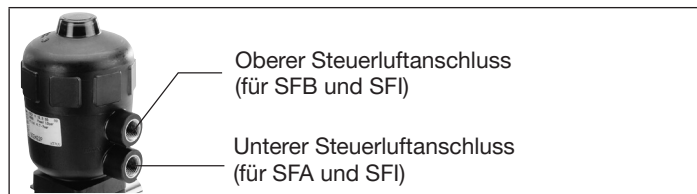

Bild 5: Steuerluftanschluss
- Unteren Steuerluftanschluss mit Druckluft (Wert siehe Typschild) beaufschlagen (siehe „Bild 5: Steuerluftanschluss“). Dies ist erforderlich, damit sich die Membran vom Gehäuse löst und nicht beschädigt wird.
- Unteren Steuerluftanschluss mit Druckluft (Wert siehe Typschild) beaufschlagen (siehe „Bild 5: Steuerluftanschluss“).
- Oberen Steuerluftanschluss mit Druckluft (Wert siehe Typschild) beaufschlagen (siehe nachfolgendes „Bild 5: Steuerluftanschluss“).
(siehe „Bild 5: Steuerluftanschluss“).